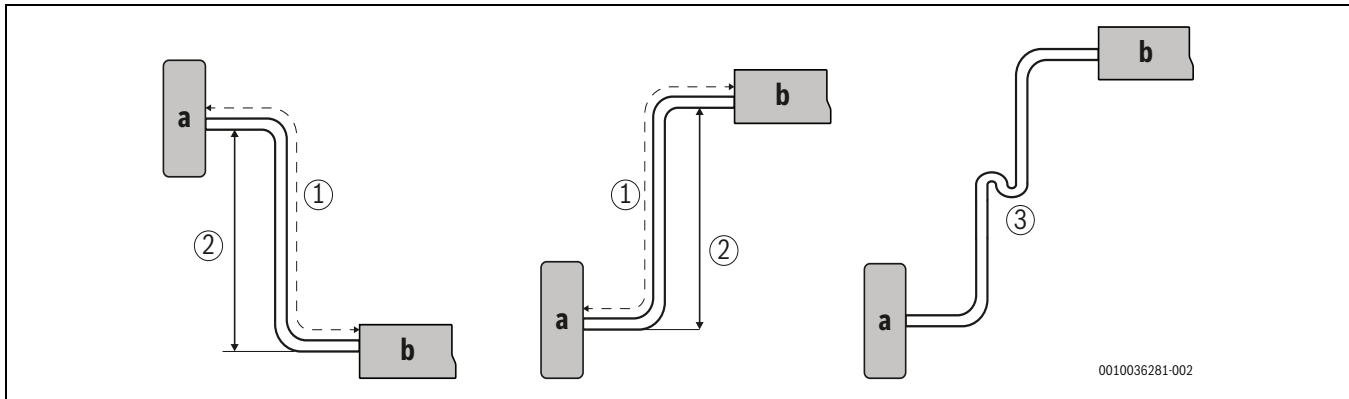

Bild 10 Rohrlänge und -steigung
1) Markierung (1) in → Abb. 10 beachten
2) Markierung (2) in → Abb. 10 beachten